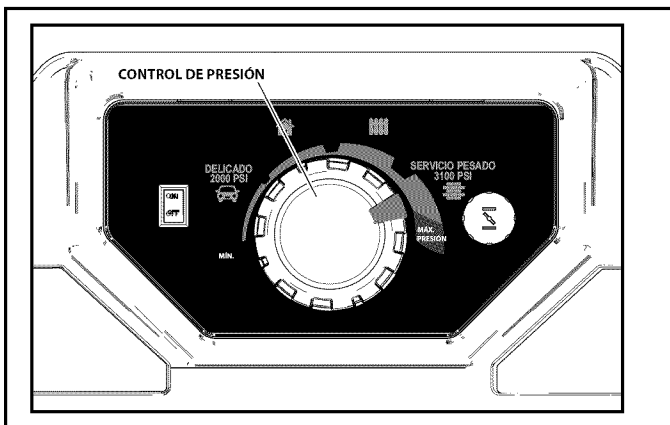

Figura 4-19. Selector de potencia
2. Gire el dial de potencia de manera que coincida con el material que desea limpiar (Figura 4-19).